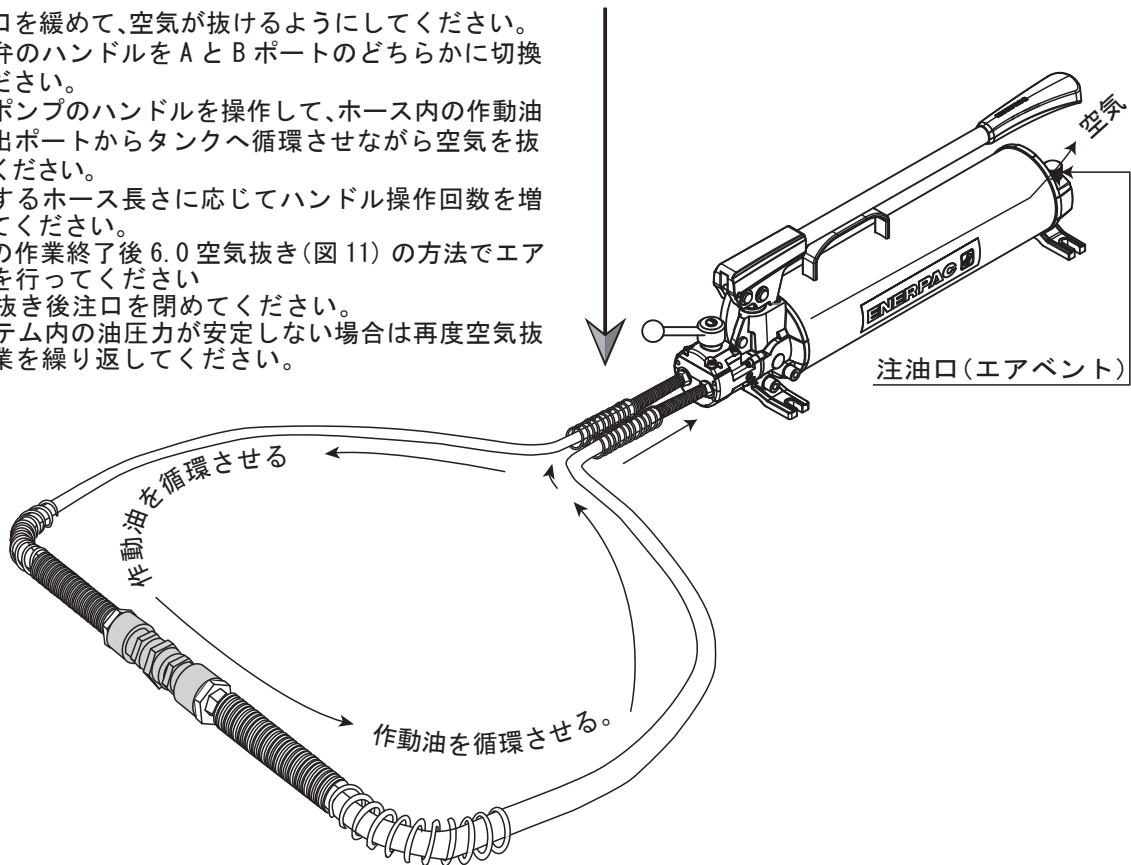

図11.2: 空気抜き
8. シリンダ出力が比較的小さい複動シリンダに寸法の長いホースが使用されている場合、上記方法では完全に油圧システム内の空気を抜くのは困難です。上記方法で空気抜きができない場合は次ページ図11.2を参照願います。